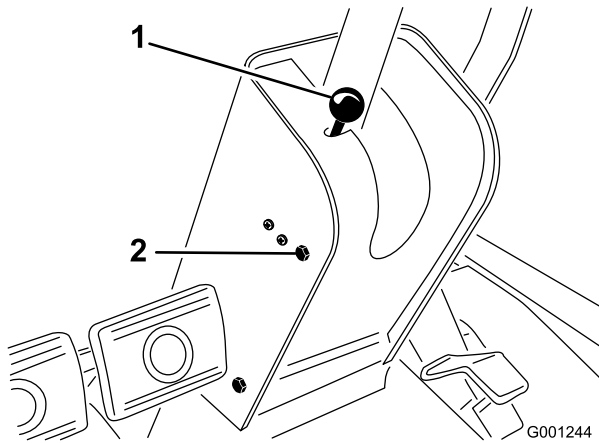

Bild 69
1. Nehmen Sie das Handrad von der Feststellbremse und die Schrauben von der Abdeckung der Lenksäule (Bild 69).